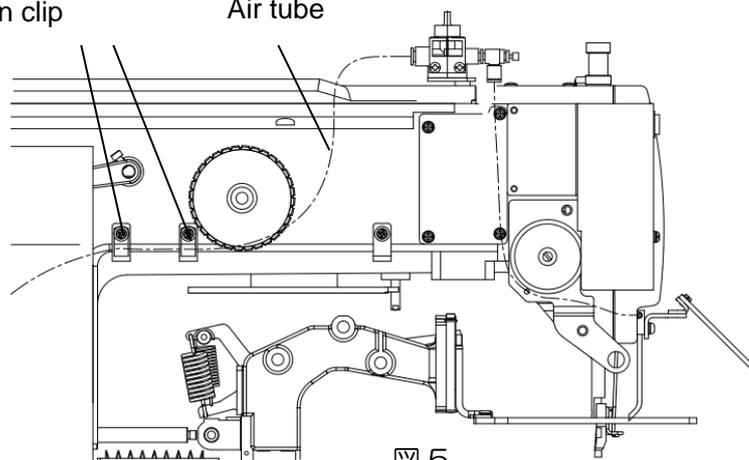

図 5
- (3) 上記で引き出したエアチューブを、(1)で取り付けした電磁弁の A ポートとフィンガーバルブへ、図 5 のように配管します。電磁弁の B ポートへは Fig.No.208 プラグを入れます。
- (3) Fig.No.207 エアチューブを、(2)で取り付けした電磁弁の A ポートとフィンガーバルブへ、図 5 のように配管します。電磁弁の B ポートへは Fig.No.208 プラグを入れます。